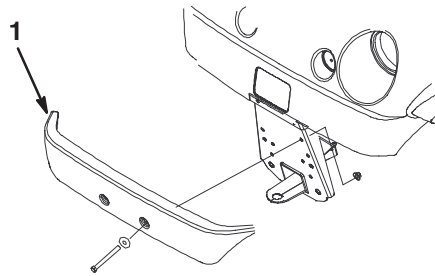

Figure 5
2. Alignez les trous de montage et fixez le pare-chocs au châssis à l'aide des fixations retirées précédemment (Fig. 5).